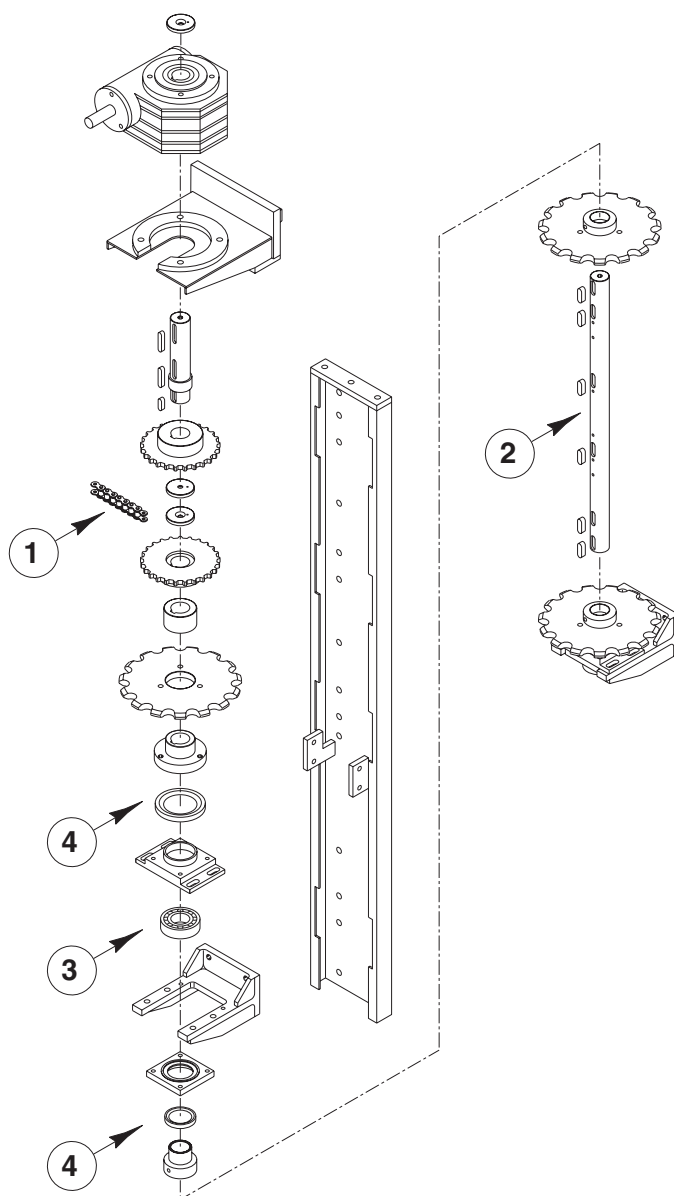

Fig.7.11
- 2) Quite las cadenas dobles accionando sobre los eslabones (*Pos.1, Fig.7.11*) de unión de las juntas para dividir el eje en dos semiejes.
- 4) Retire el semieje (*Pos.2, Fig.7.11*).
- 5) Desmonte ayudándose en la secuencia como se muestra en la *Fig.7.11*.
- 6) Sustituya eventuales cojinetes (*Pos.3, Fig.7.11*) y/o juntas (*Pos.4, Fig.7.11*) rotas o consumidas y móntelas nuevamente con atención.
- 7) Monte la cadena de la junta (*Pos.1, Fig.7.11*).